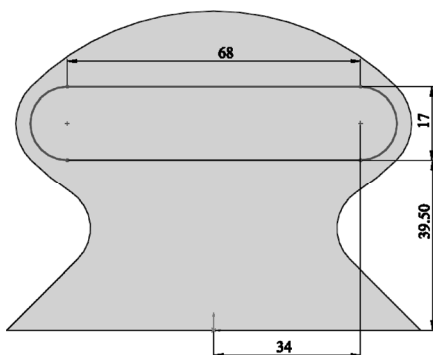

图 13-109 绘制草图 2
**05** 单击“草图”控制面板中的“圆”按钮和“直线”按钮，绘制草图，如图 13-109 所示。